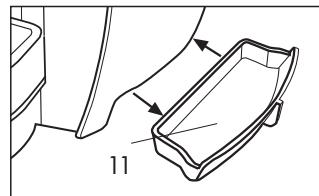

Abb. 19
Den Mixer-Sammelbehälter (11) aus seinem Sitz nehmen und reinigen. Den Behälter (11) nach der Reinigung wieder richtig einsetzen. (**Abb. 19**).